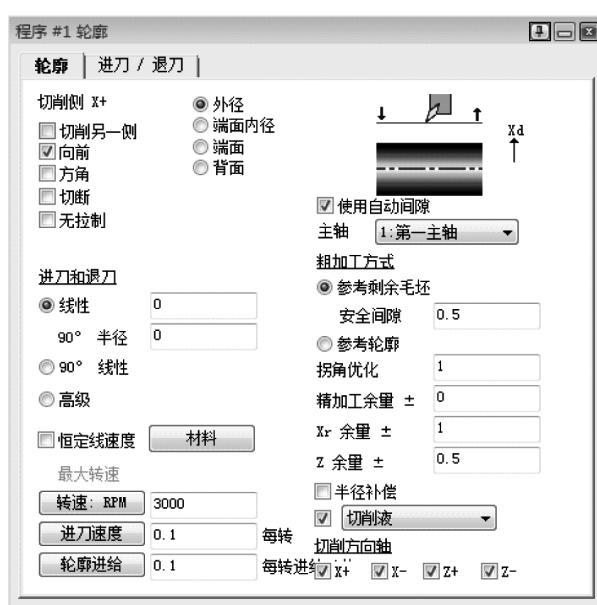

图 7-11 修改程序#1
5) 修改程序#1, 如图 7-11 所示。这将在 Xr 方向上留 1mm 余量。